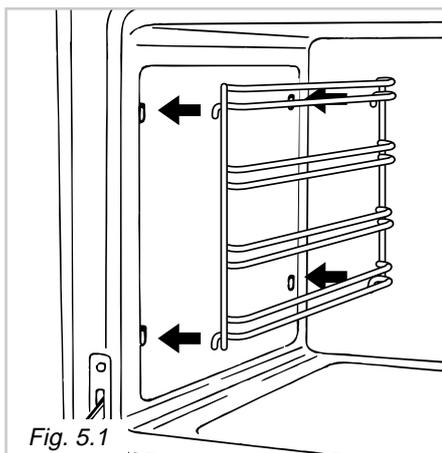

Fig. 5.1
- Agganciare i telai laterali ai fori delle pareti laterali dell'interno del forno (Fig. 5.1)